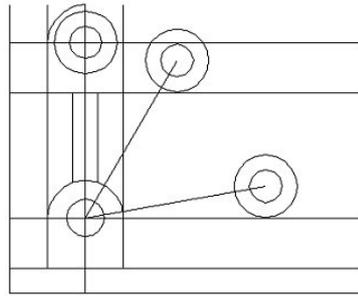

Figura 4 - Círculos concêntricos nos extremos das linhas 1 e 2.
26. Mude para o *layer* **visíveis**. No extremo direito das linhas 1 e 2 construa dois círculos concêntricos de raios 6.5 e 12.5, respectivamente (figura 4).
32. Mude para o layer **construção** e, na barra de *status*, pressione o botão *ORTHO* com o auxílio do mouse (só aceita o traçado de linhas horizontais e verticais). Entre no comando *LINE* e desenhe uma linha de construção, cujo primeiro ponto é o canto direito inferior da peça e o segundo é obtido pela coordenada relativa @ 0, 60.58. Para o terceiro ponto, clique com o botão esquerdo do mouse em qualquer ponto que cruze o arco mais próximo ao canto direito da peça (figura 4) (neste passo, o *OSNAP* deve estar desligado). Pressione *ENTER* para sair do comando *LINE*. Saia do modo *ORTHO*.